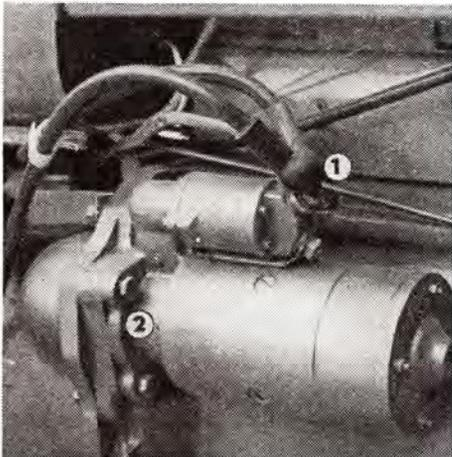

Abb. 60
2. Das Zuleitungskabel ist von der Kontaktschraube und von der Anlasserspule abzulösen (Abb. 60/1).
3. Drei Schrauben (Abb. 60/2), durch die der Anlasser befestigt wird, sind auszusrauben und der Anlasser ist abzunehmen.